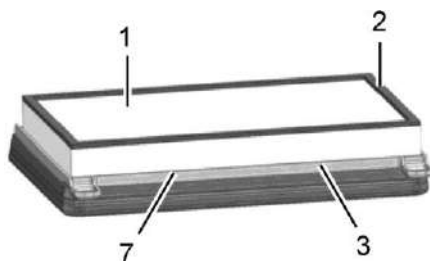

Fig. 13
Si la máquina se utiliza principalmente sobre alfombras, deberá instalar el filtro de pelusas (Fig.13/7).
2. Desenrosque los pernos de mariposa (Fig.12/5). Gire el marco de soporte del filtro (Fig.13/3) hacia abajo y retírelo.
3. Monte el filtro de pelusas (Fig.13/7) entre el filtro y el marco de soporte del filtro.